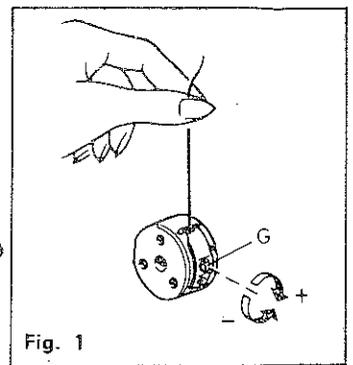

Fig. 1
Bilanciate il portarocchetti mobile (4) in modo da farle assumere la sua posizione verticale ed inseritevi la spola come illustrato in fig. 1.
Nel regolare le tensioni, regolate prima quella inferiore. La regolazione si effettua agendo sulla vite G: (Fig. 1) avvitandola la tensione aumenta, svitandola diminuisce. Per regolare la tensione del filo inferiore si devono effettuare le seguenti operazioni: